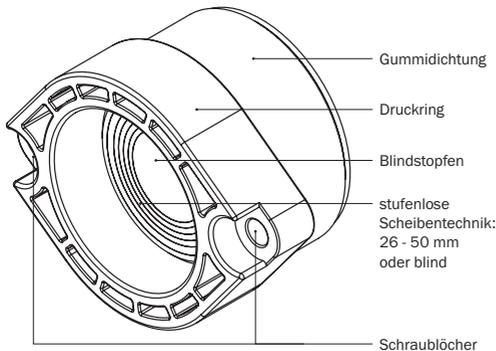

Abbildung 5.1: **KRASO® BKP - Boden - Dichteinsatz - Wasser**
- Entfernen Sie den Blindstopfen des **KRASO® BKP - Boden - Dichteinsatzes - Wasser** - und passen Sie die Gummidichtung anhand der vorgegebenen Scheibentechnik entsprechend dem Rohrleitungsdurchmesser an (s. Abbildung 5.1).